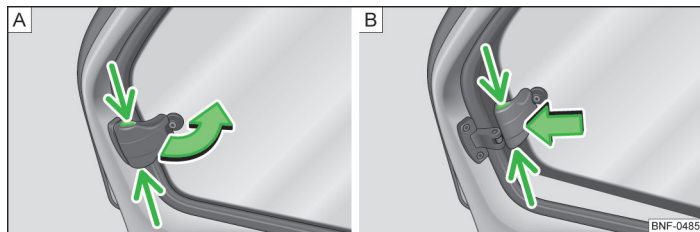

Fig. 20 Rude bagi
- Tag fat i låseanordningen i udsæringen » Fig. 20 - [A], og åbn ruden i pilens retning.
- Lås ruden, når den er åben, ved at trykke låseanordningen i pilens retning » Fig. 20 - [B].
- Tag fat i låseanordningen i udsæringen, og træk den modsat pilens retning » Fig. 20 - [B].
- Luk ruden til udgangsposition modsat pilens retning » Fig. 20 - [A], indtil låseanordningen går i hak, så det kan høres.